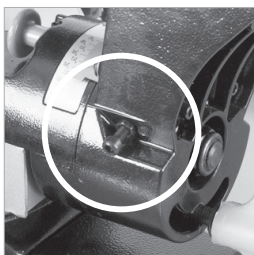

Abb. 16
- Verwenden Sie einen Inbusschlüssel, um die Einstellschraube je nach Bedarf ein- oder auszuschrauben. **(Abb. 16)**